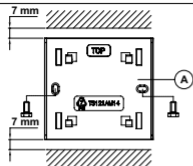

Fig 3.
- b. de muur met bijgeleverde schroeven en pluggen (fig. 3);